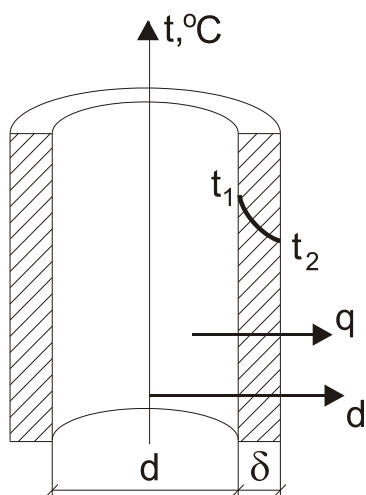

Рис. 2.4
**2.5.** Вычислить допустимую силу тока для медного провода диаметром 2 мм (рис. 2.4), покрытого резиновой изоляцией толщиной  $\delta = 1$  мм, при условии, что максимальная температура изоляции должна быть не выше  $60^\circ\text{C}$ , а на внешней поверхности изоляции  $40^\circ\text{C}$ . Коэффициент теплопроводности резиновой изоляции  $\lambda = 0,15$  Вт/м·К. Электрическое сопротивление медного провода  $R = 0,005$  Ом/м.